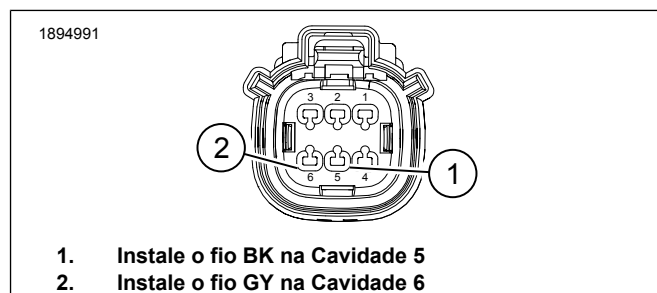

Figura 8. Conector de 6 Vias [289B] do Lado Direito do Alforje
9. Figura 8 Encaminhe a parte remanescente da ramificação do chicote exterior do amplificador do alforje ao longo do chicote do amplificador do lado direito do alforje, e fixe-a com abraçadeiras de cabo.
- Introduza o terminal do fio BK na cavidade 5 (1).
- Introduza o terminal do fio GY na cavidade 6 (2).